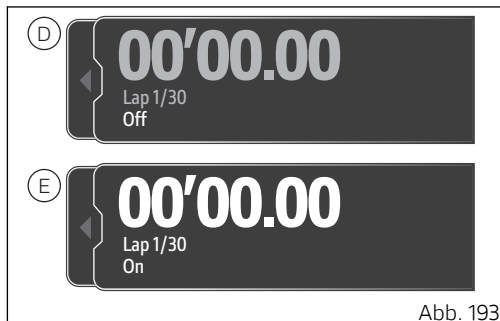

Abb. 193
- Ist diese Funktion gesperrt, werden die Angabe „Off“ in Weiß mit Chronometer und die Angabe der verfügbaren Runden (D, Abb. 193) in Grau eingblendet. Zum Freischalten der Funktion muss ENTER gedrückt werden.
- Ist diese Funktion freigeschaltet, werden die Angabe „On“, das Chronometer und die Angabe der verfügbaren Runden (E, Abb. 193) in Weiß eingblendet. Zum Sperren der Funktion muss ENTER gedrückt werden.